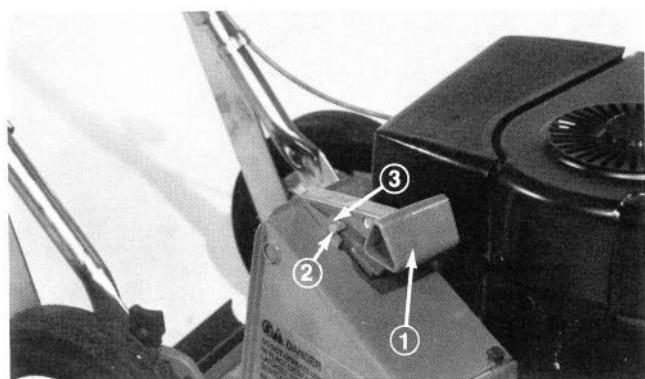

Figure 3
- Assurez-vous que la poignée de la porte d'éjection sur la tondeuse soit poussée entièrement vers l'avant et que la porte soit complètement fermée (Fig. 3).
Remarque: La cheville de loquet doit être engagée dans le crochet (Fig. 3).